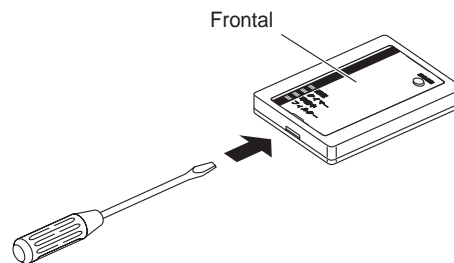

Fig. 11-23
1. Inserte un destornillador de cabeza plana u otra herramienta similar en la ranura situada por debajo del receptor. Ejercer un efecto palanca con el destornillador para abrir y retirar la caja. (Fig. 11-23).